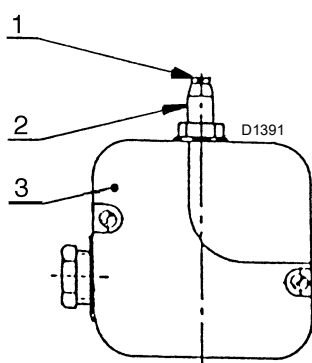

Fig. 35
5.11.6 Air bleeding (Fig. 35)
Key (Fig. 35)